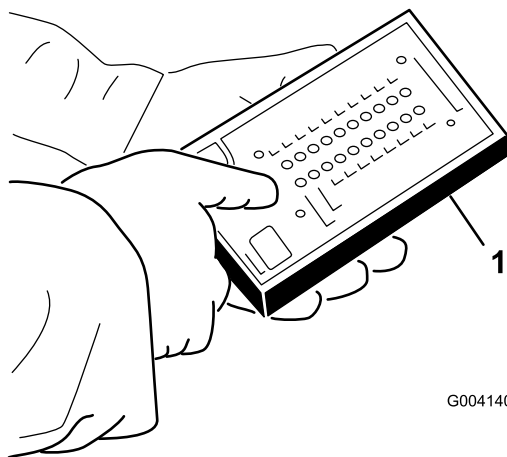

Figura 103
5. Collegate il connettore del display diagnostico ACE al connettore del cablaggio preassemblato (Figura 103).